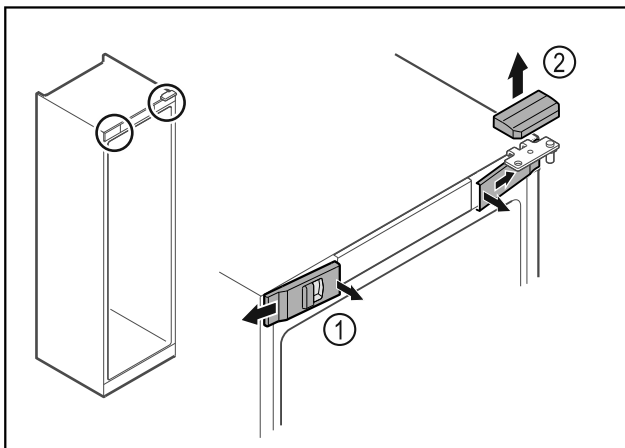

Fig. 18
- Ξεκουμπώστε εσωτερικά τα μπροστινά καλύμματα Fig. 18 (1) και αφαιρέστε τα προς το πλάι.
- Αφαιρέστε προς τα επάνω το επάνω κάλυμμα Fig. 18 (2).